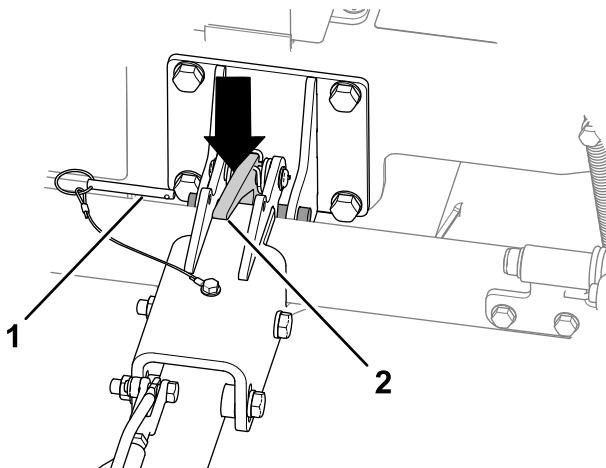

Figura 28
- A. Retire el pasador de bloqueo (Figura 28).
C. Presione hacia abajo sobre el cierre de la barra de tracción para desenganchar la barra de tracción (Figura 28).